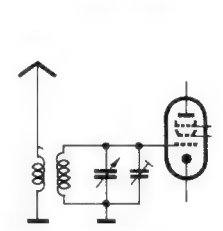

Bild 2. Induktive Antennenkopplung, Antennenspule voll angekoppelt.
a) Hochinduktive Ankopplung (Bild 2). Diese vom Heimempfängerbau her bekannte Schaltung wird auch im Autosuperbau bevorzugt verwendet, weil dabei die Antennenkapazität den Gitterkreis nur wenig verstimmt und störende Spiegelfrequenzen unterdrückt werden. Die Eigenfrequenz des Antennenkreises soll außerhalb der niedrigsten Frequenz des Bereiches liegen. Bei der geringen Eingangskapazität von 55 pF bedingt dies eine höhere Selbstinduktion und damit eine höhere Windungszahl der Antennenspule als sie sonst bei Heimempfängern üblich ist.
Bei den Schaltungen Bild 2 bis 4 kann der Gitterkreis wie beim Heimempfänger mit Spule und Trimmer in der Fabrik fest auf einen mittleren Wert der Antennenkapazität abgeglichen werden (55 pF). Um die restlichen kleinen Abweichungen durch die Antennenanlage auszugleichen, wird der Gitterkreistrimmer bisweilen von außen mittels eines Schraubenziehers einstellbar gemacht. Nach dem Einbau in den Wagen wird der Trimmer dann bei einem Sender mit hoher Frequenz nochmals sorgfältig aufs Maximum nachgestimmt und damit die volle Empfindlichkeit ausgenutzt. Der Trimmer ist hierbei so zu schalten, daß er in allen Bereichen wirksam bleibt.